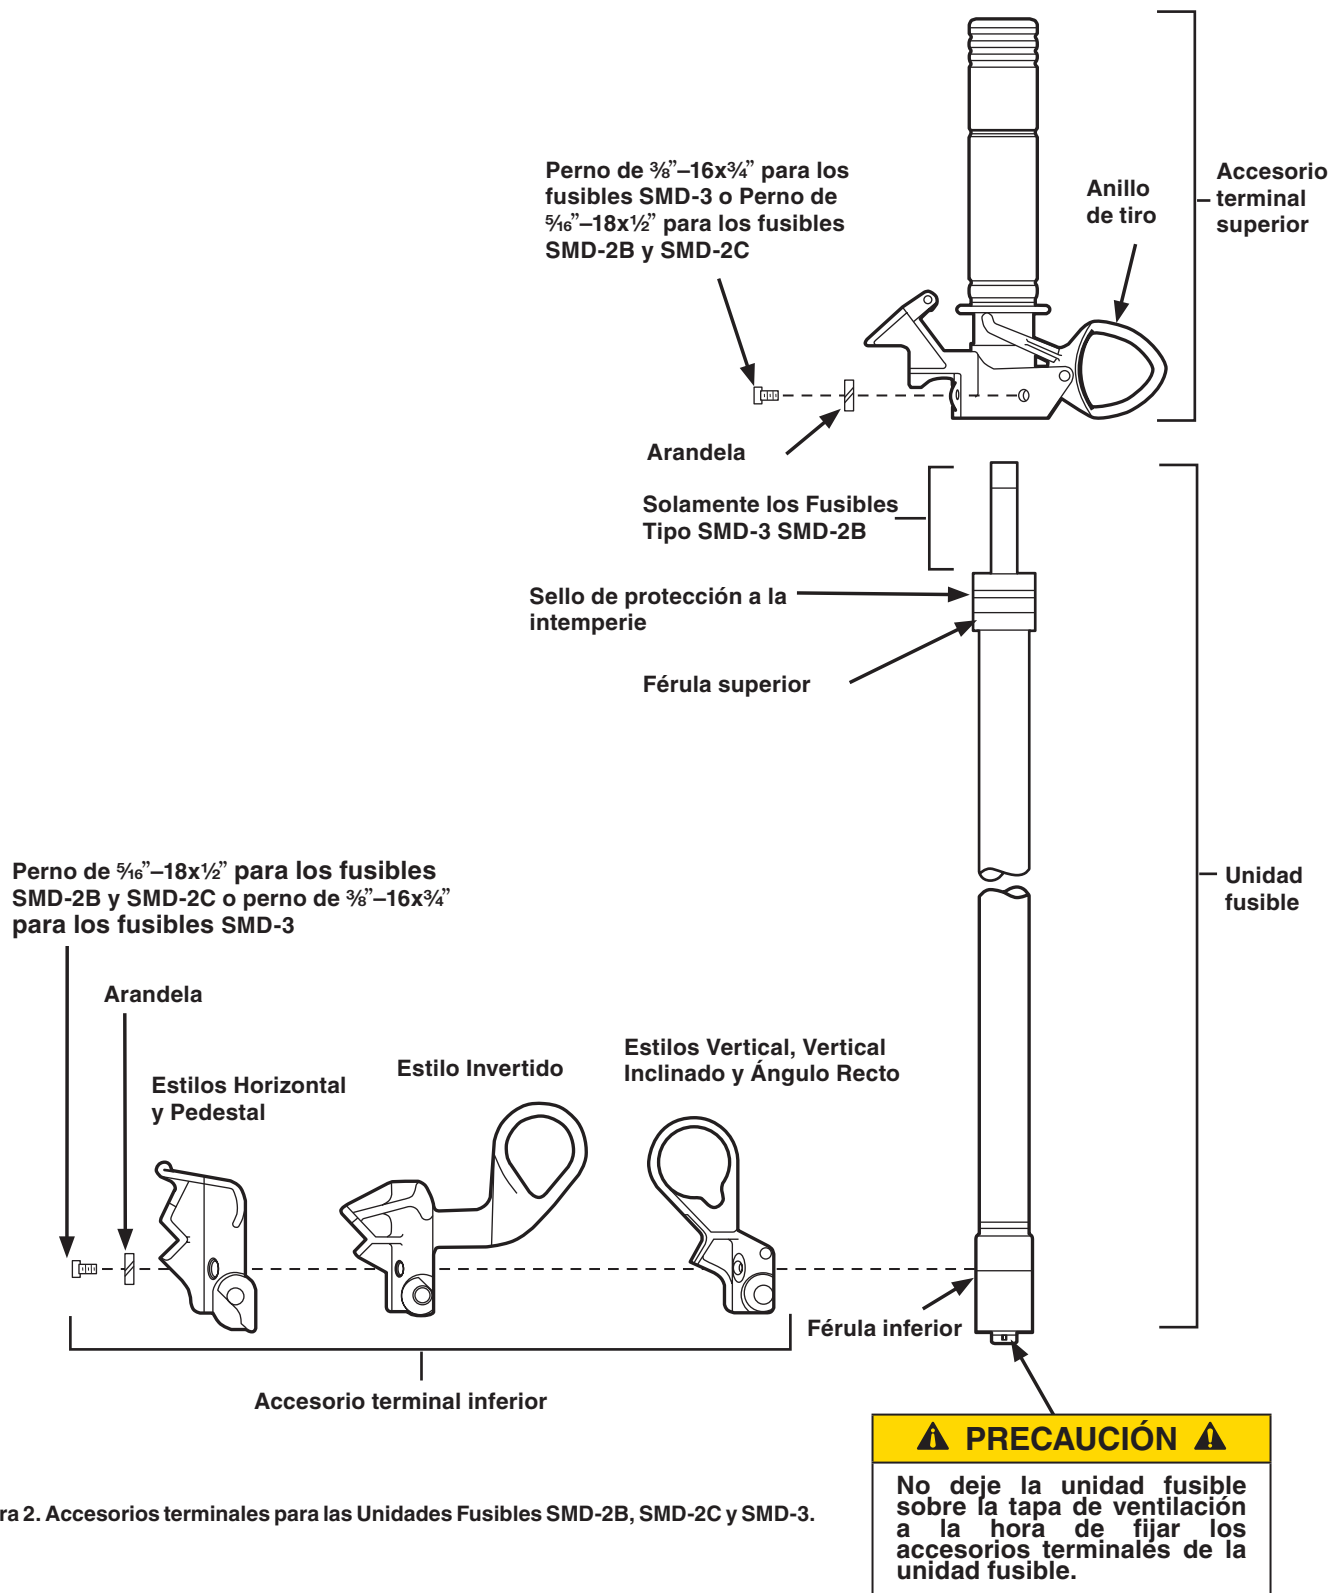

Figura 2. Accesorios terminales para las Unidades Fusibles SMD-2B, SMD-2C y SMD-3.
PASO 1. Verifique el accesorio terminal superior para asegurarse de que el tubo percutor se deslice libremente. Ver la Figura 1 o Figura 2 según sea el caso. Si el tubo percutor no se desliza libremente, utilice un accesorio terminal superior nuevo.
Asegúrese de que el sello de protección a la intemperie esté puesto sobre la ranura que está ubicada en la férula superior de la unidad fusible. Ver la Figura 1 o Figura 2 según sea el caso.